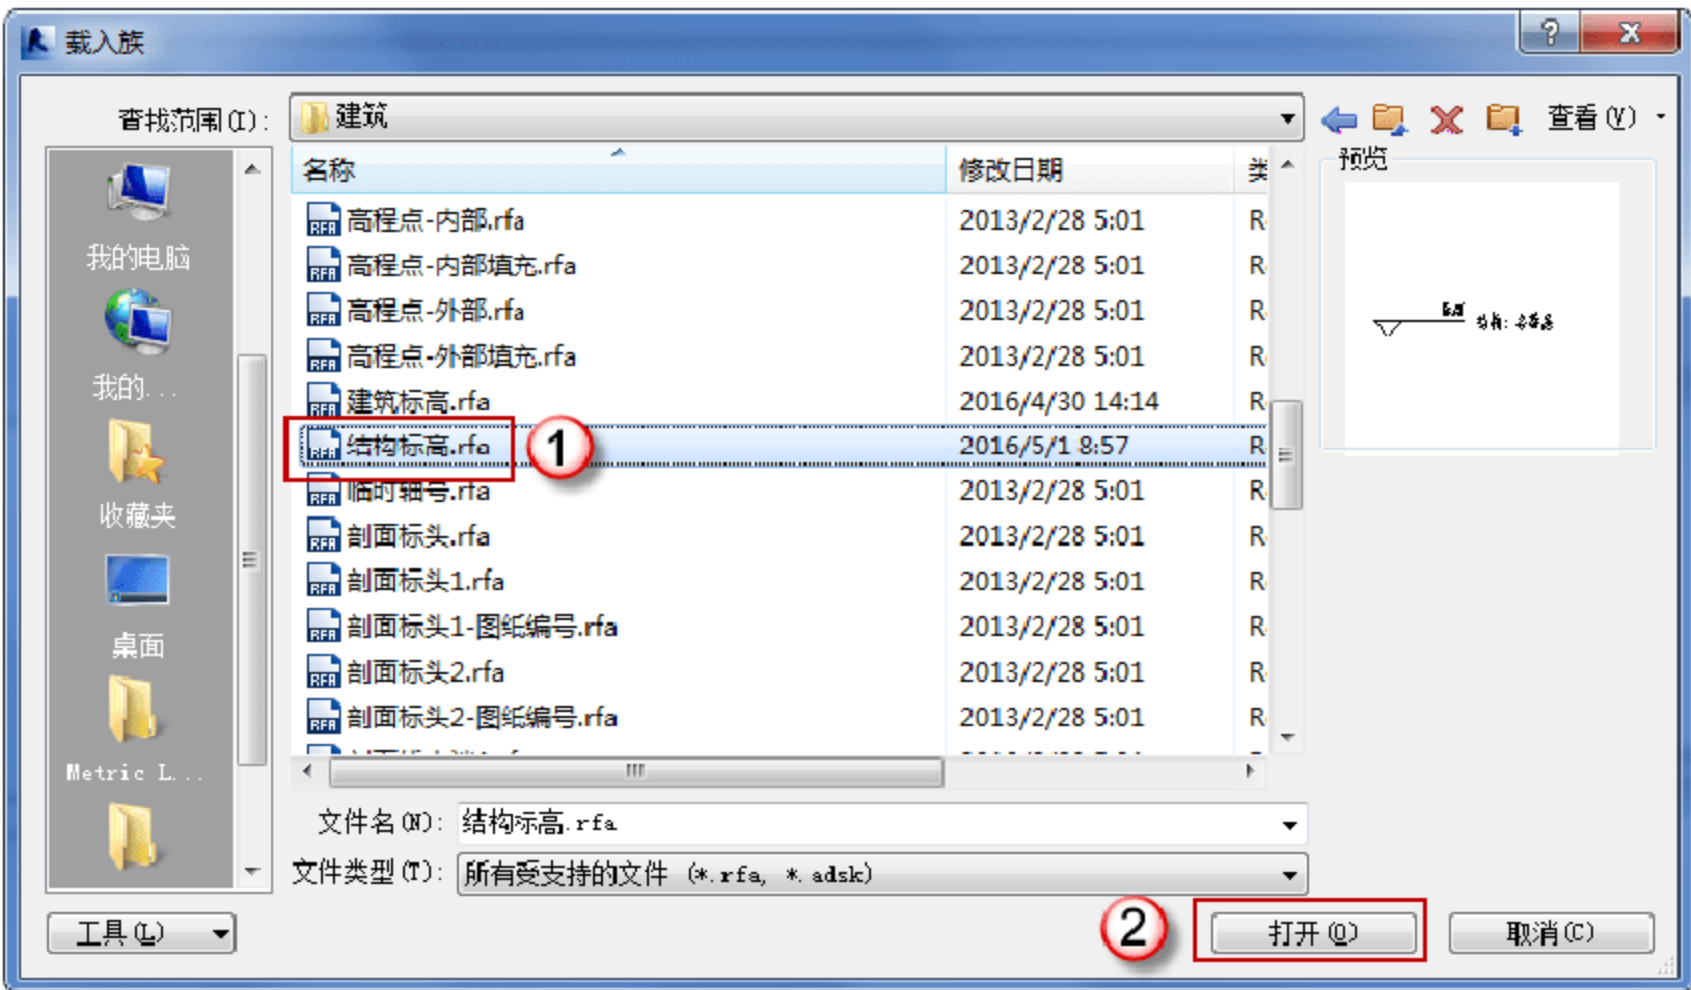

图 1.2.41 载入结构标高族
(3) 载入结构标高族。选择“插入”→“载入族”命令，在弹出的“载入族”对话框中选择“结构标高”RFA 族文件，单击“打开”按钮，如图 1.2.41 所示。